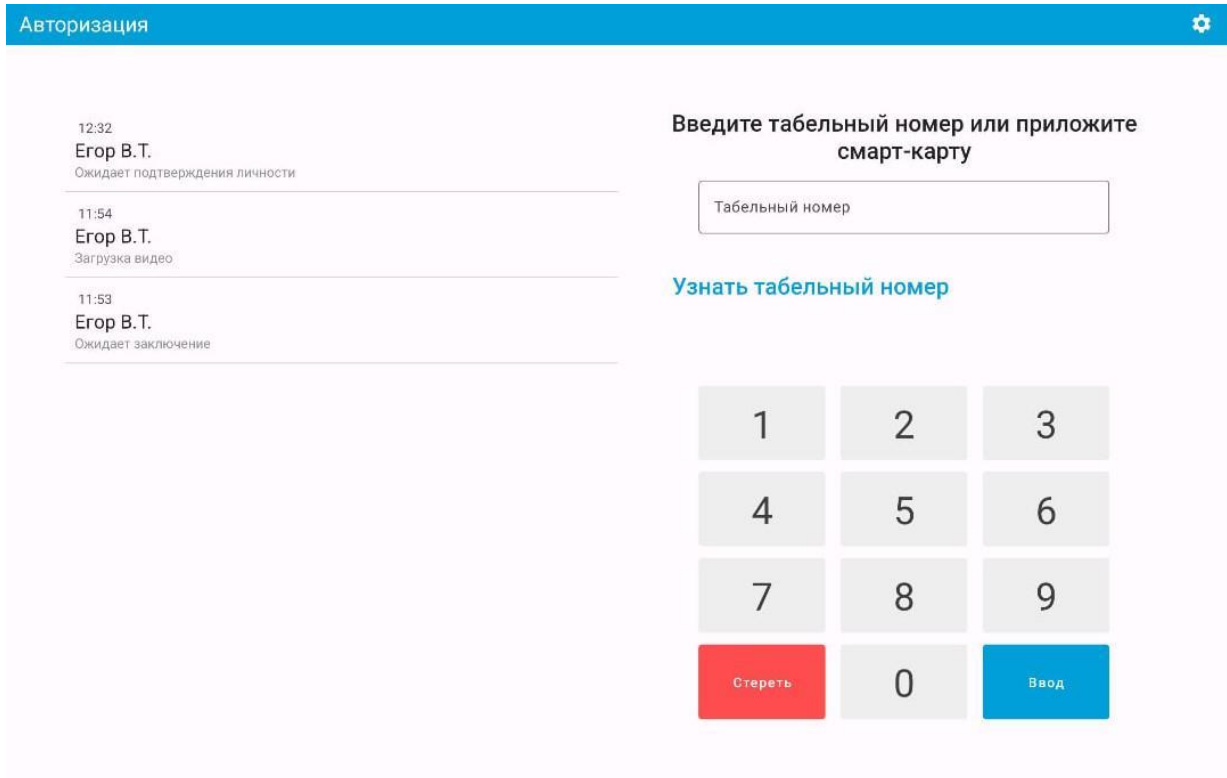

Рис. 11 Начальный экран приложения «Тетрон: Медицинский осмотр»
2. Далее необходимо открыть приложение «Тетрон: Медицинский осмотр» и ввести табельный номер в поле «Табельный номер», а затем нажать кнопку «Ввод» (рис. 11)